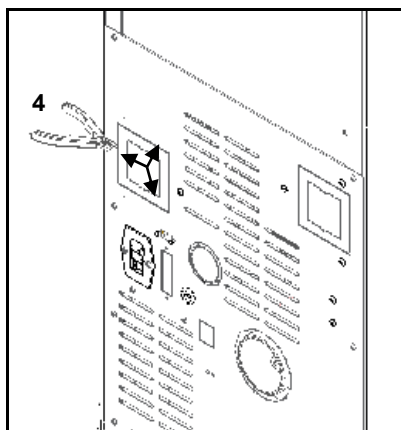

Figura 89 - Retirada de la tapa posterior
g) En la parte posterior del equipo, retire la tapa marcada en la Figura 89, cortando en las áreas marcadas con un alicate de corte (4).